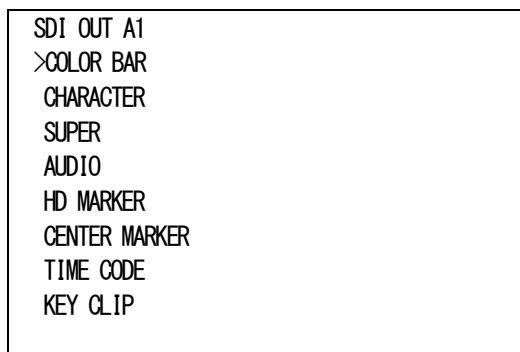

図4-2 オンスクリーンメニュー(SDI OUT A1例)
- 1)メインメニューで「SDI OUT A1~B2[SDA1~SDB2]」を選択し、**ENTER** ボタンを押すと図4-2または4-3のような設定メニューが表示されます。